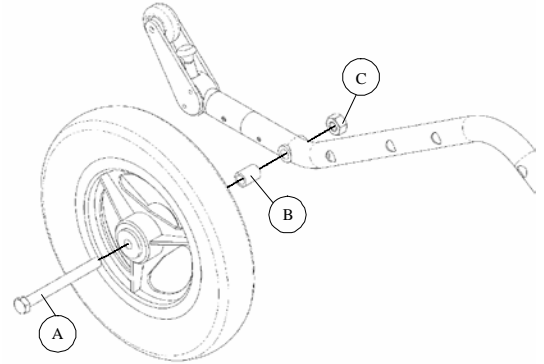

Figure 9 - Installation de la roue arrière de 12 po (31 cm)
2. Insérer l'essieu **A** à l'intérieur du moyeu de la roue (Figure 9);